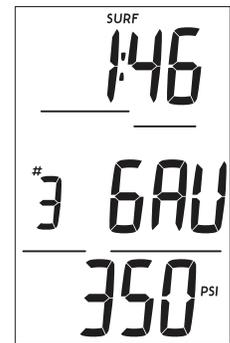

Fig. 77 - ÉCRAN PRINCIPAL SURFACE GAUG
**ÉCRAN PRINCIPAL SURFACE GAUG** : paramètres affichés (Fig. 77)